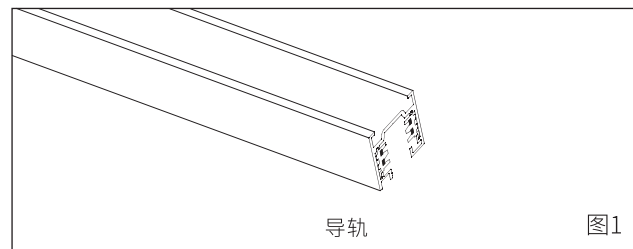

图1
1. 本产品配用Mayalit品牌导轨（图1）或者其他品牌可兼容的导轨，配用导轨参数：输入电压：AC220~240V最大承载电流16A；